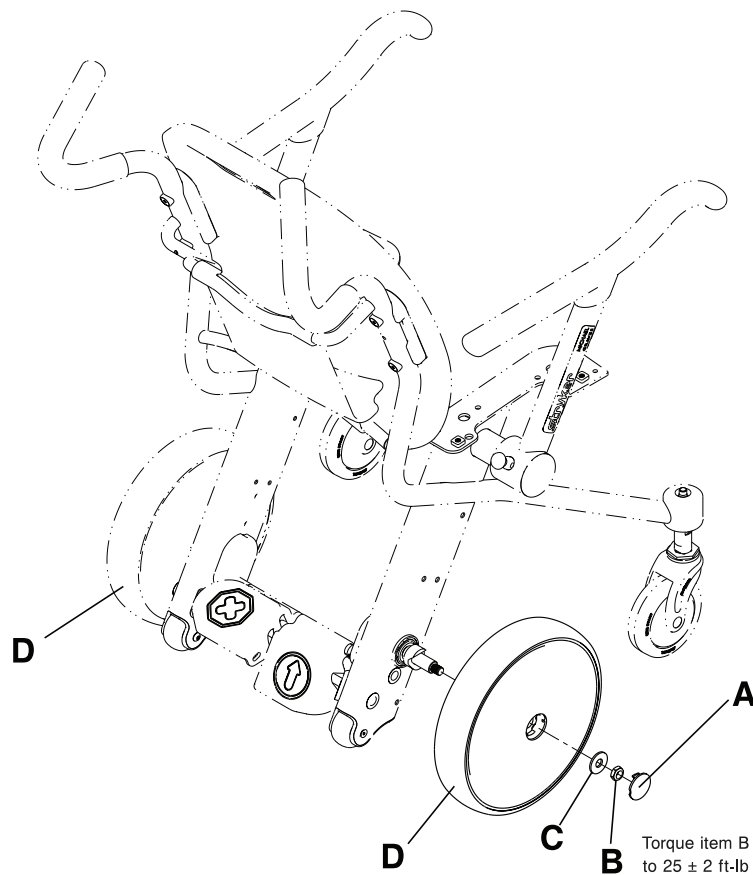

Figura 6-28: Sostituzione della ruota posteriore
2. Con un punteruolo rimuovere ed eliminare la calottina che ricopre il dado centrale della ruota posteriore (A) (Figura 6-28 a pagina 6-45).
3. Con la chiave a bussola da 3/4" e la chiave a cricchetto da 3/8" rimuovere il dado centrale della ruota posteriore (B) (Figura 6-28 a pagina 6-45).
4. Rimuovere ed eliminare la rondella centrale (C) (Figura 6-28 a pagina 6-45).
5. Afferrare la ruota posteriore (D) con entrambe le mani e tirarla verso l'esterno per estrarla dalla sedia. Eliminare la ruota posteriore.
6. Eseguire in ordine inverso i punti da 2 a e 5 per montare la nuova ruota posteriore. Serrare il dado centrale (B) della ruota posteriore a  $25 \pm 2$  ft-lb ( $34 \pm 3$  Nm) con la chiave dinamometrica da 3/8".